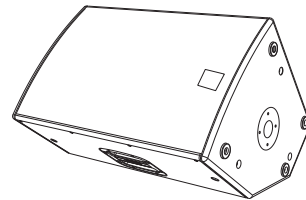

Fig. 2
- au sol (comme écran) (Fig.2)